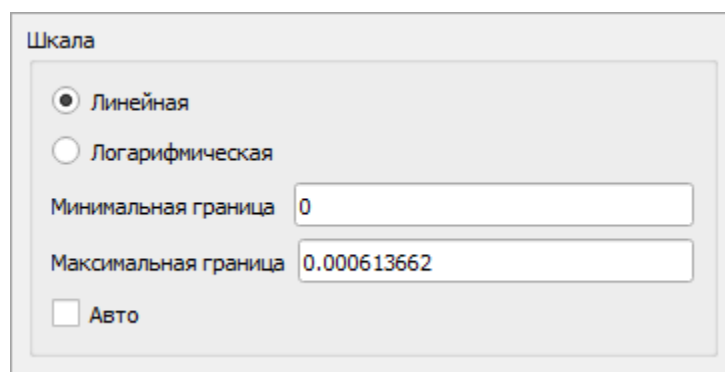

Рисунок 354 – Панель настроек цветовой шкалы в постобработке результатов
– «Шкала» – определяет соответствие числового значения цвету узла. Шкала может быть с линейным или с логарифмическим шагом. Для шкалы задаются минимальное и максимальное значения. Любой узел, содержащий значение за пределами шкалы, будет нарисован черным цветом. Если выбрать пункт «Авто» в блоке настроек шкалы (Рисунок 354), то подходящие значения границ шкалы для текущего результата будут найдены программой автоматически. Цветовая шкала показана в нижней части окна 3D-анимации;